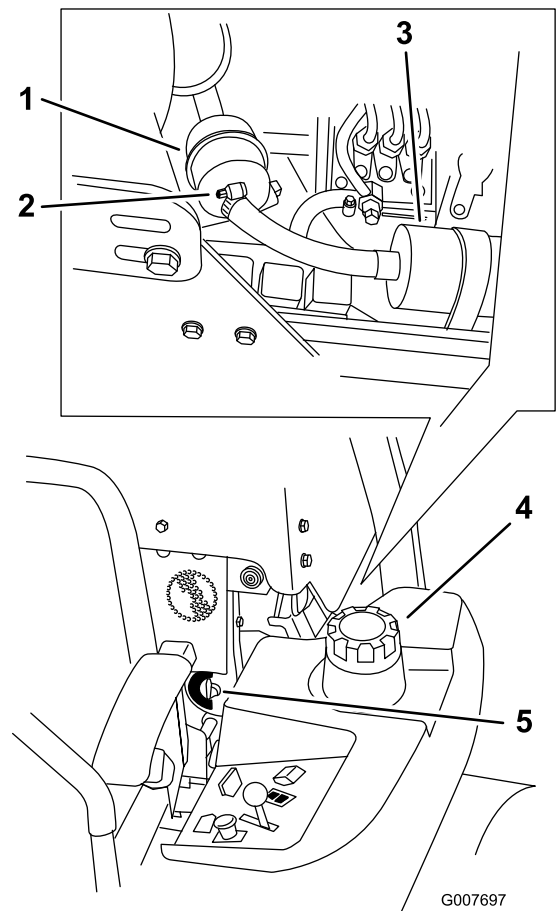

Bild 42
4. Schließen Sie den Kraftstoffhahn (Bild 42).
5. Lösen Sie die zwei Schlauchklemmen und schließen Sie die Kraftstoffleitungen vom Kraftstofffilter ab (Bild 42).
6. Bringen Sie einen neuen Filter an. Schließen Sie die Kraftstoffleitungen am Kraftstofffilter an und montieren Sie die zwei Schlauchklemmen (Bild 42).